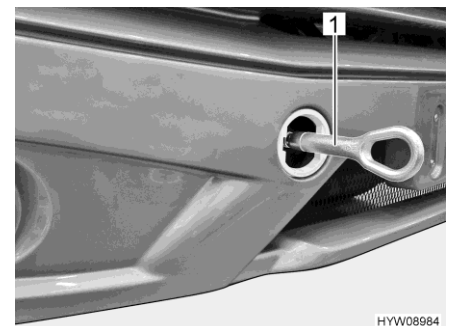

Bild 44 Abschleppöse (montiert)
- Abschleppöse (Bild 44,1) gemäß den Anweisungen in der Betriebsanleitung des Basisfahrzeugs montieren.